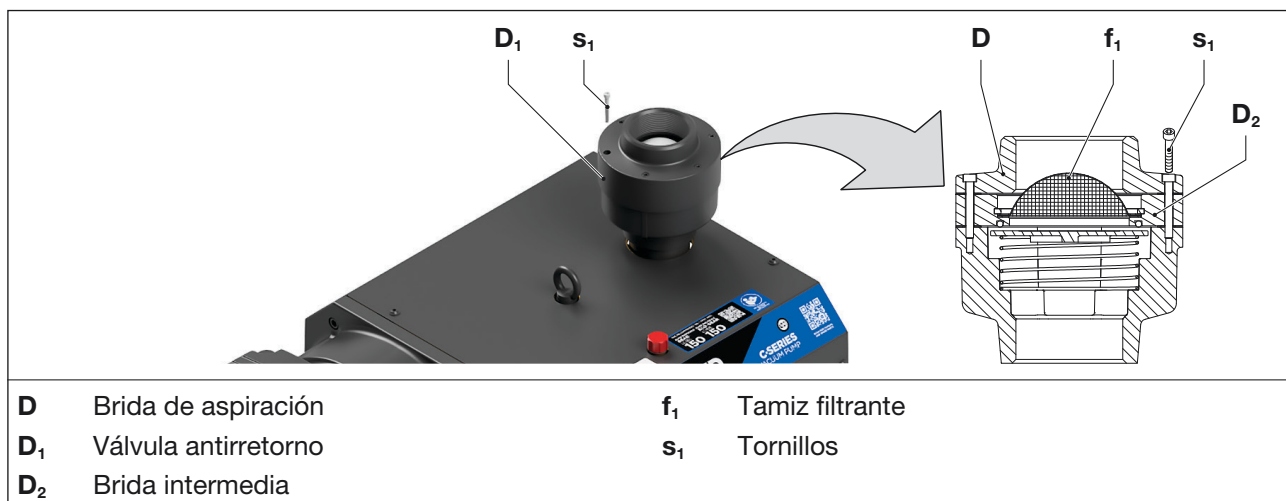

Fig. 6 Tamiz filtrante
- Retirar la brida de aspiración (Fig. 6/D) tras aflojar los tornillos (Fig. 6/s1).
- Retirar la brida intermedia (Fig. 6/D2) con el tamiz filtrante (Fig. 6/f1).
- Limpie el filtro de tamiz (fig. 6/f1). Compruebe también si la válvula de retención (fig. 6/D1) está sucia y límpiela si es necesario.
- e) Vuelva a montar la brida intermedia (fig. 6/D2) con el filtro colador (fig. 6/f1) y la brida de aspiración (fig. 6/D) y apriete los tornillos (fig. 6/s1). Par de apriete: 10 Nm.